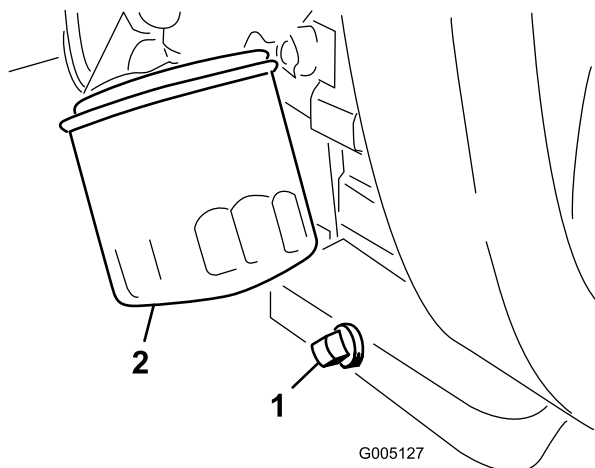

図 44
1. ドレン・プラグ (図 44) を外してオイルを容器に受ける。オイルが抜けたらドレンプラグを取り付ける。
2. オイルフィルタ 図 44 を外す。新しいフィルタのガスケットに薄くエンジンオイルを塗る。